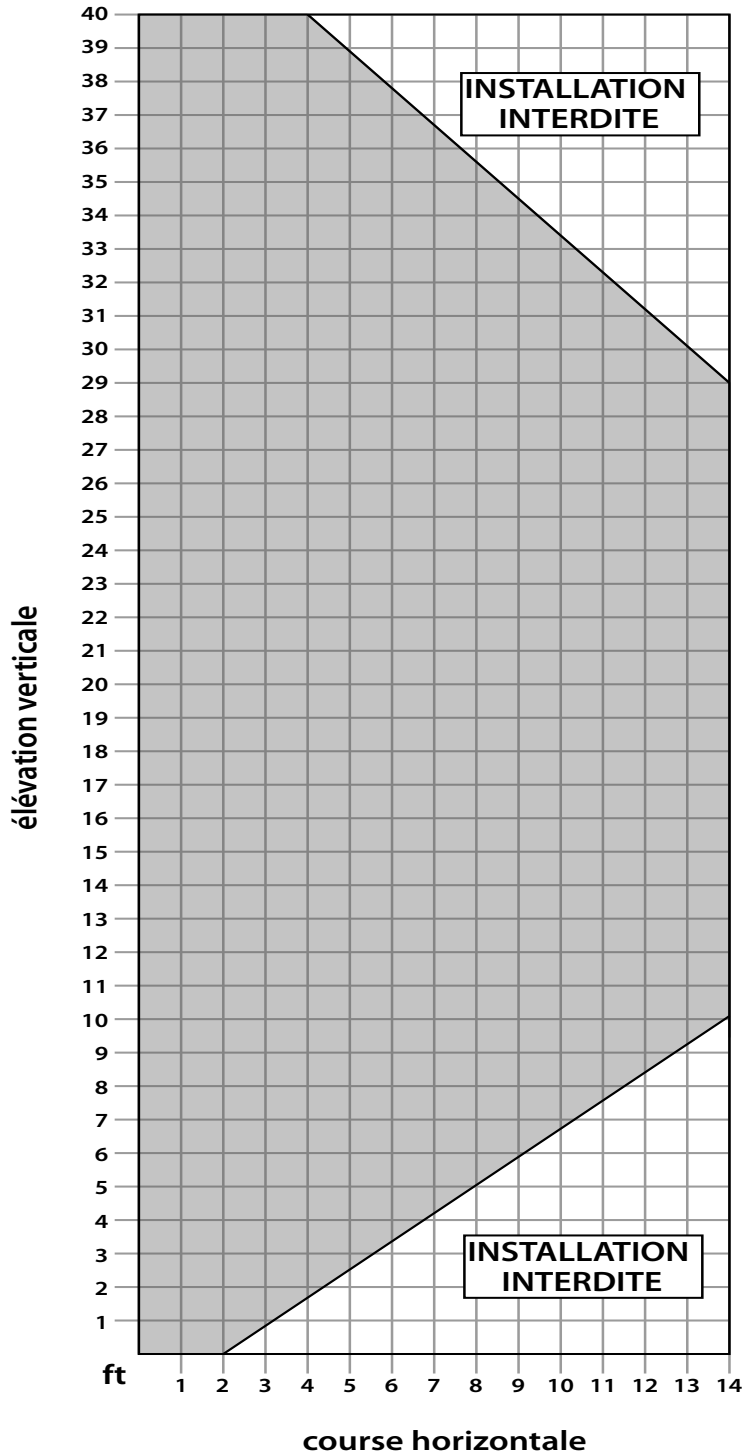

Figure 34. Configuration de l'évacuation possibles top ventilé vertical et terminaisons horizontales.
Les figures 34 et 35 montrent l'éventail des configurations d'évacuation possibles si l'appareil est haut ou l'arrière ventilés, pour les terminaisons verticales et horizontales. Tout schéma qui reste dans les zones ombragées est acceptable. Ayant le plus petit nombre de coudes est idéal, car ils ont tendance à perturber la circulation d'air. Utilisation 45° coudes est préférable à l'utilisation 90° coudes. En outre, un système de ventilation plus courte fonctionnera mieux qu'un long. Quand le haut ventilé, la longueur totale du conduit d'évacuation horizontal ne doit pas dépasser 14 ft (4,27m) et la longueur totale du conduit ne peut pas dépasser 44 ft (13,4 m). Toute combinaison d'élévation et de course peut être utilisée tant qu'il prévoit dans la zone ombrée (un total de deux (2) 90° coudes ou quatre (4) 45° coudes peuvent être utilisés. Outre ce qui est indiqué, si un 90° coude est utilisé dans le plan horizontal, 3 ft (91,4 cm) doivent être soustraits de la course admissible horizontale (pour chaque coude de 45°, 1 1/2 pieds doivent être soustraits).